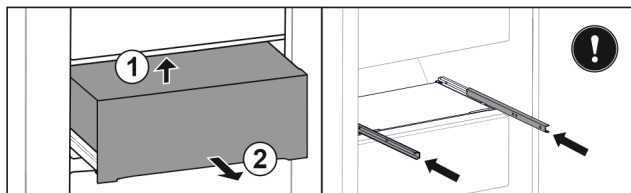

Fig. 29 *
- ▶ Nadzvedněte ji zdola zezadu Fig. 29 (1).*
- ▶ Odeberte směrem dopředu Fig. 29 (2).*